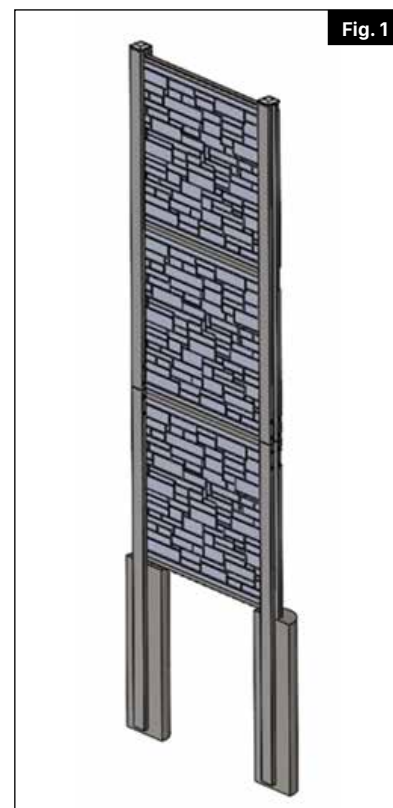

Fig. 1
- a. Los postes deben construirse usando dos vigas en I de 148" más un empalme de 24" con implementos (Fig. 1).
- a. Fije el soporte al poste para el riel inferior en ambos costados. Asegúrese de que el riel inferior esté nivelado y conecte el riel a los soportes (Fig. 1).